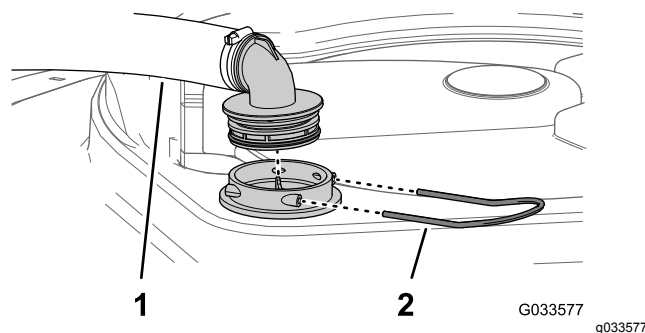

Figure 13
2. Au sommet de la cuve du pulvérisateur, retirez l'étrier qui fixe le raccord de flexible sur le grand flexible et le logement du filtre (Figure 13).
3. Retirez le flexible et le raccord du logement du filtre (Figure 13).